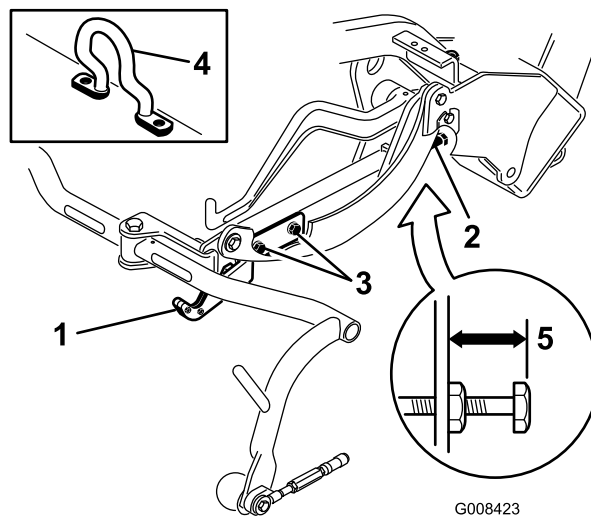
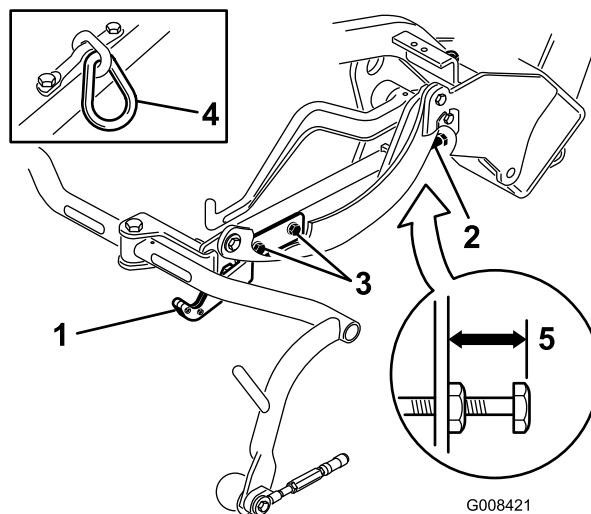
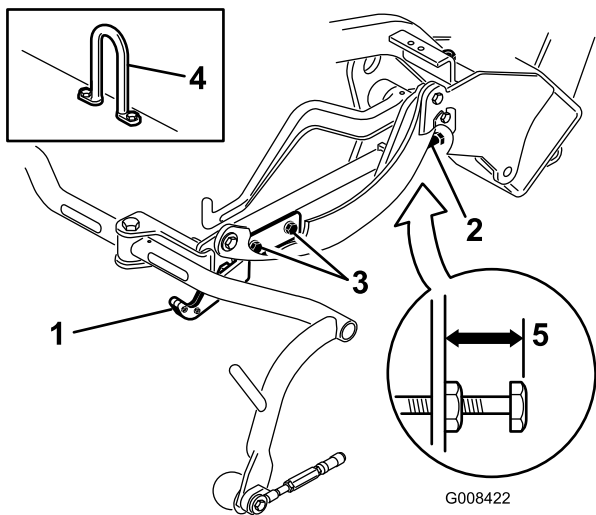

图13
图14
图15
3. 在配备链节或垂直吊钩的滚刀组（图14 和图15 插页）上，确认从承载架调节螺丝的顶部到承载架背面的距离是否为 22mm。如果距离不是 22mm，请转至步骤 4。如果滚刀组配备了偏置提升杆（图13），请转至下一步。
检查行驶高度（图14 和图15），必要时进行调节。
2. 在配备偏置吊钩的滚刀组（图13 插页）上，确认从承载架调节螺丝的顶部到承载架背面的距离是否为 25mm。如果距离不是 25mm，请转至步骤 4。
4. 拧松行走板安装螺丝（图14、图15 和图13）。
7. 如果承载架高度不同，请拧松承载架调节螺丝上的锁紧螺母（图13、图14 和图15）。向外旋转螺丝可升起，向内旋转可放低。达到适当高度后，拧紧锁紧螺母。